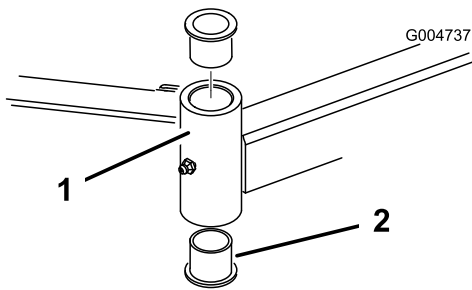

図 24
4. ピン・ポンチを使って、チューブの上または下からブッシュをたたき出す (図 24)。他のブッシュも、同様にしてチューブから取り外す。チューブの内部をきれいに清掃する。